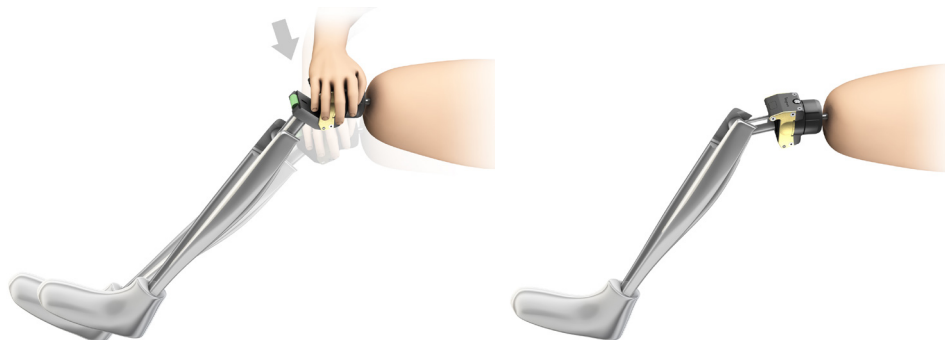

Abbildung 7. Zurücksetzen des Axor™ II nach dem Lösen in Biegung/Flexion.
3. Drücken Sie den Axor™ II gemäß Abbildung 7 nach unten, bis er wieder in der richtigen Position einrastet. Es kann mittlere bis hohe Kraft dafür erforderlich sein.